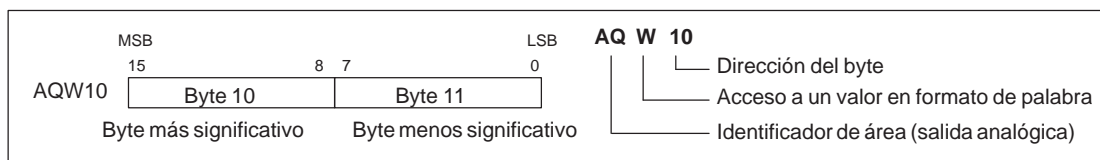

Figura 5-6 Acceso a una salida analógica
La CPU S7-200 convierte valores digitales en formato de palabra (de 16 bits) en valores reales analógicos (p.ej. intensidad o tensión), proporcionales al valor digital. A estos valores se accede con un identificador de área (AQ), seguido del tamaño de los datos (W) y de la dirección del byte inicial. Puesto que las salidas analógicas son palabras que comienzan siempre en bytes pares (p.ej. 0, 2, 4, etc)., es preciso utilizar direcciones con bytes pares (p.ej. AQW0, AQW2, AQW4, etc). para acceder a las mismas, como muestra la figura 5-6. Las salidas analógicas son valores de sólo escritura.